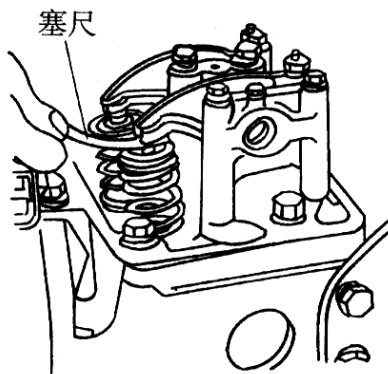

图 7-1 气门间隙的检查
- 2、用符合气门间隙的塞尺片插入气门杆尾部与气门摇臂之间，来回抽动塞尺检查，以抽动时稍有阻力为合适，如图 7-1 所示。